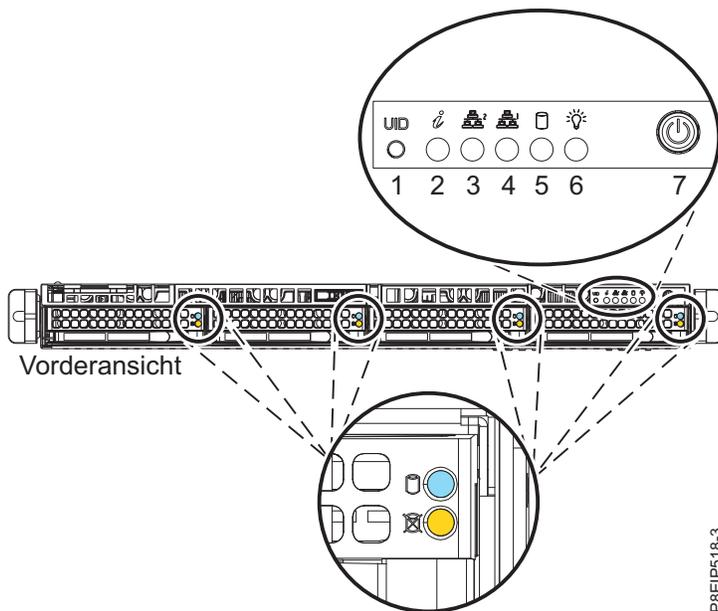
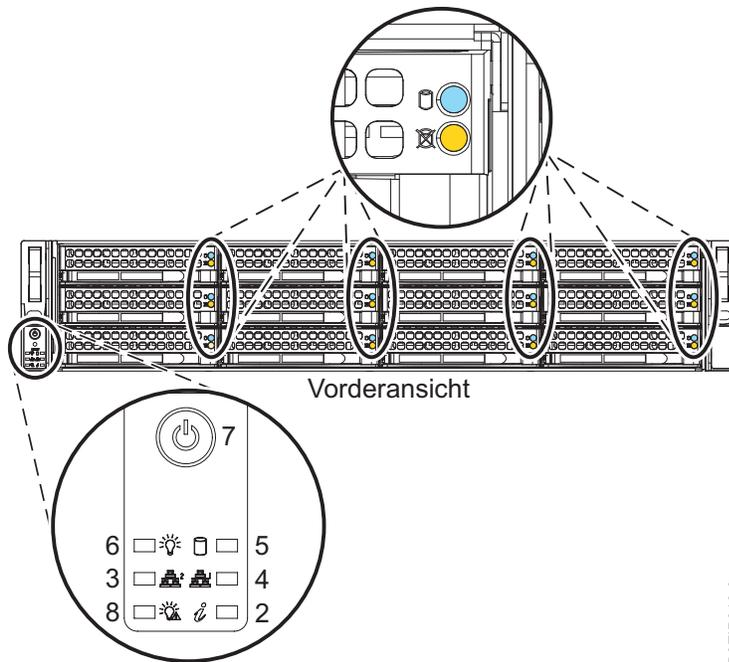

Abbildung 53. Netzschalter beim System vom Typ 8001-12C
Abbildung 54. Netzschalter beim System vom Typ 8001-22C
2. Drücken Sie den Netzschalter (7) (siehe Abb. 53 oder Abb. 54 auf Seite 89). Sie müssen den Schalter 0,5 bis 3 Sekunden lang gedrückt halten.